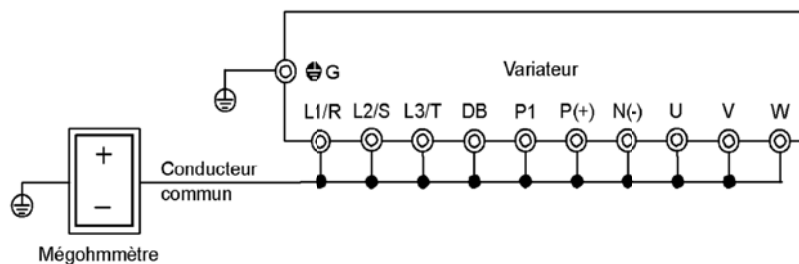

Figure 7-4-1 Test d'isolation
- 3) Reliez les bornes du circuit de puissance comme indiqué à la figure 7-4-1, au moyen d'un conducteur commun.